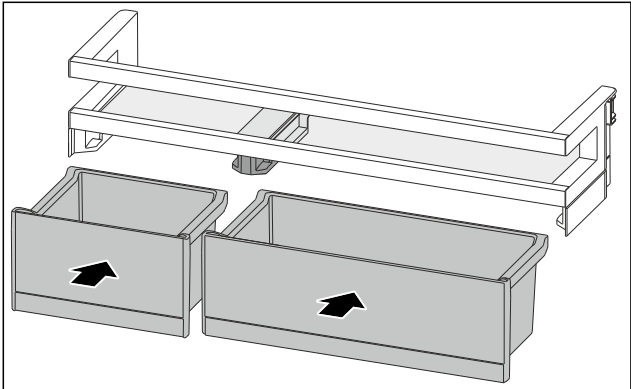

Fig. 90
- ▶ 排列互换后装入 VarioBox。[参见 Fig. 90]